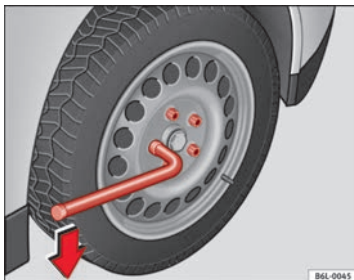

Abb. 137 Radwechsel: Radschrauben lockern
- Greifen Sie das Ende des Radschlüssels und drehen Sie die Schraube etwa eine Umdrehung nach **links** ⇒ Abb. 137.